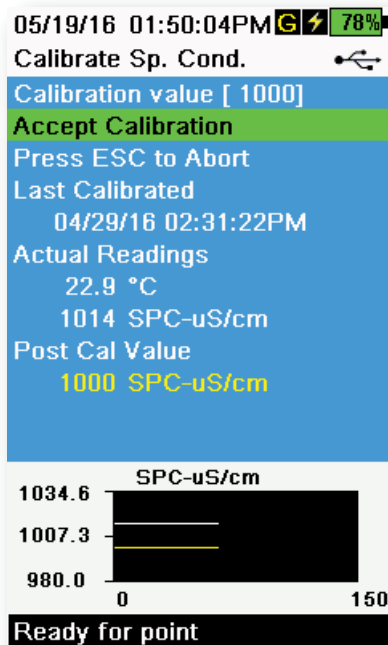

Abbildung 48 Spezifische Leitfähigkeit kalibrieren
7. Überwachen Sie die tatsächlichen Messwerte auf Stabilität (weiße Linie im Diagramm zeigt innerhalb von 40 Sekunden keine wesentliche Änderung an). Erst dann bestätigen Sie mit **Kalibrierung akzeptieren** (Abbildung 48). Im Nachrichtenbereich wird „Kalibrierung erfolgreich!“ angezeigt.